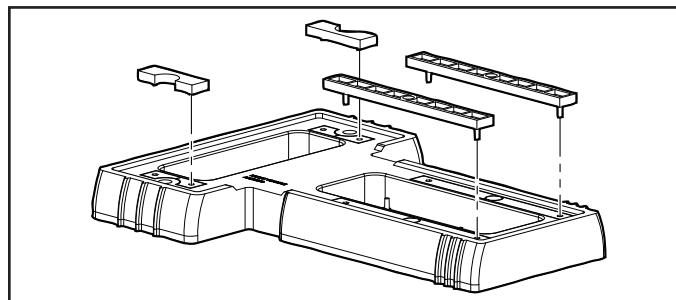

Figura 7. Presione los distanciadores hasta que queden en su lugar
- Alinee los pinos de los cuatro distanciadores con los orificios de la base. Presione los distanciadores en su lugar. Consulte la Figura 7.